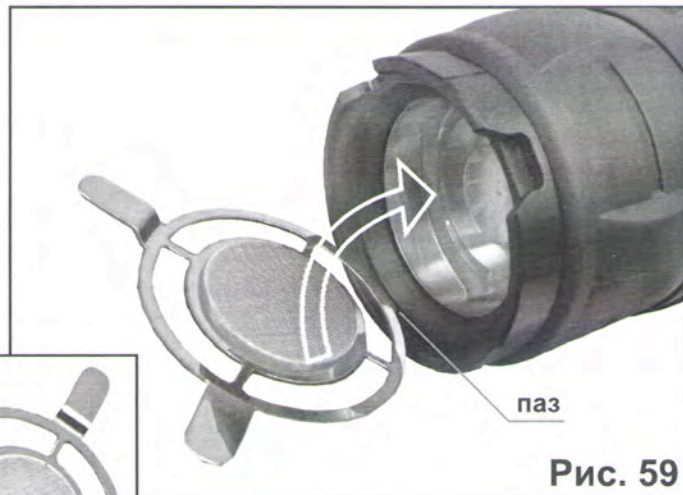
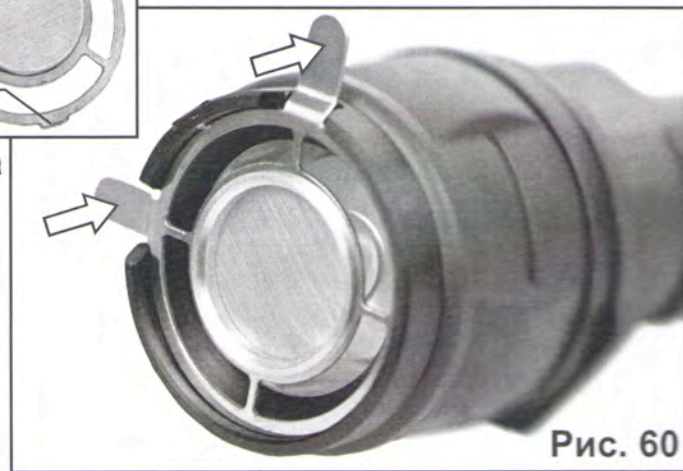

Рис. 59
Рис. 60
1. Возьмите металлическую сетку-концентратор (рис. 59а).
2. Совместите «ключ» сетки-концентратора с пазом в рабочей зоне пробоотборного устройства (рис. 59) и зафиксируйте её до явно слышимого щелчка (рис. 60).
Рис. 59а